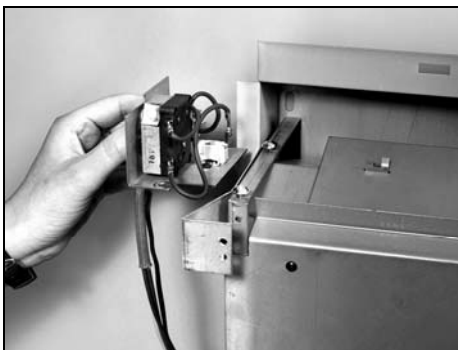

Fig.10
- Zur Wandbefestigung zuerst den L-Winkel mit den elektrischen Bauteilen für die Direktheizung entfernen. Hierzu die zwei Schrauben am L-Winkel lösen (2 Umdrehungen sind ausreichend). Den L-Winkel leicht anheben und nach links abziehen (Fig.10).
- Den L-Winkel mit den elektrischen Bauteilen für die Direktheizung wieder montieren (Fig.10). Hierzu den L-Winkel bis zum Anschlag unter die zwei gelösten Schrauben schieben und festschrauben.